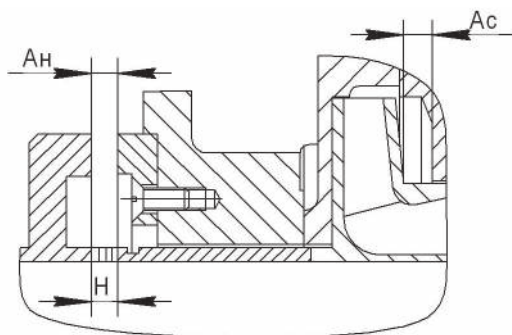

Рис.2.6 Ротор смещен в сторону нагнетания.
13. Сдвинуть ротор насоса в сторону нагнетания до отказа и измерить расстояние A_n между кольцом гидравлической пяты 19 и диском гидравлической пяты 18 (рис.2.6).
з) сдвиньте ротор насоса в сторону нагнетания до отказа и замерьте расстояние An (рис. 2.6);